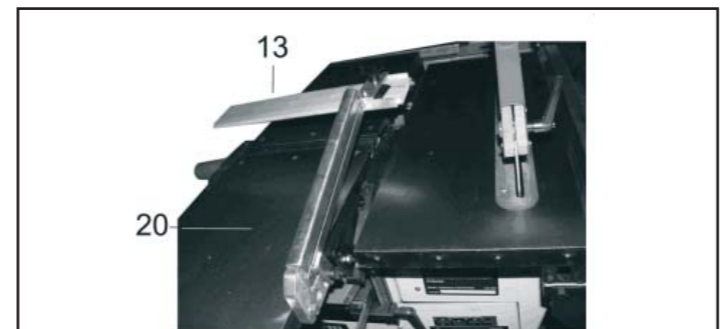

Рис. 7
8.2.5. На строгальном столе подачи (20) установите и закрепите кронштейн защитной планки рабочего вала (13), Рис. 7.